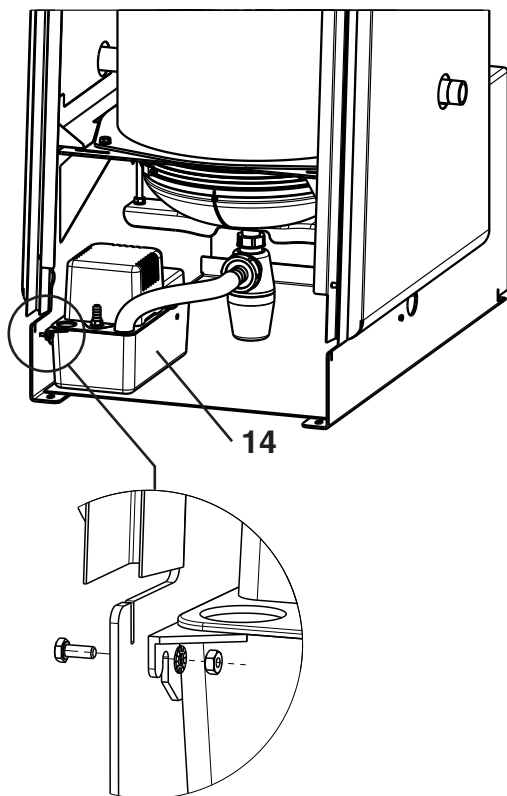

Fig. 15
1. Montare la pompa di trasporto del condensato (14, fig. 15).